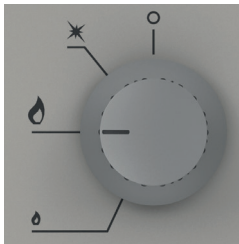
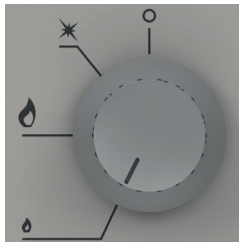

Bild 12. Einstellung des Drehknopfes bei der der Brenner mit voller Leistung funktioniert.
Bild 13. Einstellung des Drehknopfes bei der der Brenner mit minimaler Leistung funktioniert.
- Den Drehknopf (mit einer Bewegung gegen den Uhrzeigersinn) in die Position Vollflamme drehen (Bild 12), damit der Hauptbrenner angezündet wird (dieser wird durch den Pilotbrenner angezündet). Als nächstes, den Drehknopf weiter in dieselbe Richtung drehen, wodurch man eine Sparflamme erhält (Bild 13). Der Hauptbrenner wird nicht angezündet, wenn der Pilotbrenner nicht brennt und nicht den Gasaustrittssensor aufwärmt. Im Falle einer momentanen Unterbrechung der Flamme wird der Gasaustrittssensor das Absperren des Gaszuflusses zu dem Brenner verursachen.